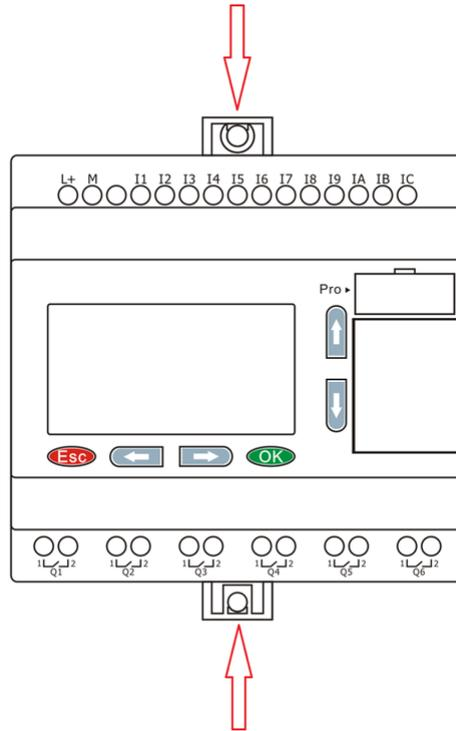

Рисунок 1.49 - Монтаж на поверхность
2. Установите модуль на монтажную панель и зафиксируйте его винтами через отверстия в защелках (рисунок 1.49).